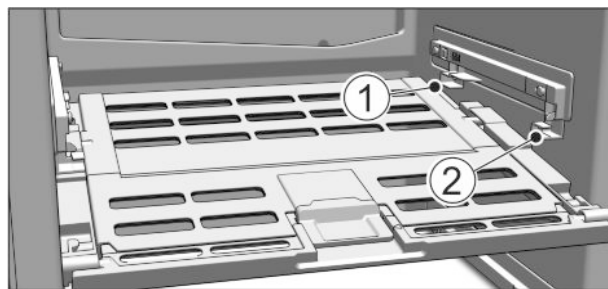

Fig. 16
- ▶ Mettre en place le couvercle du compartiment Fruit & Vegetable : Introduire les rainures du couvercle en bas dans le support arrière Fig. 16 (1) et les insérer dans le support Fig. 16 (2).